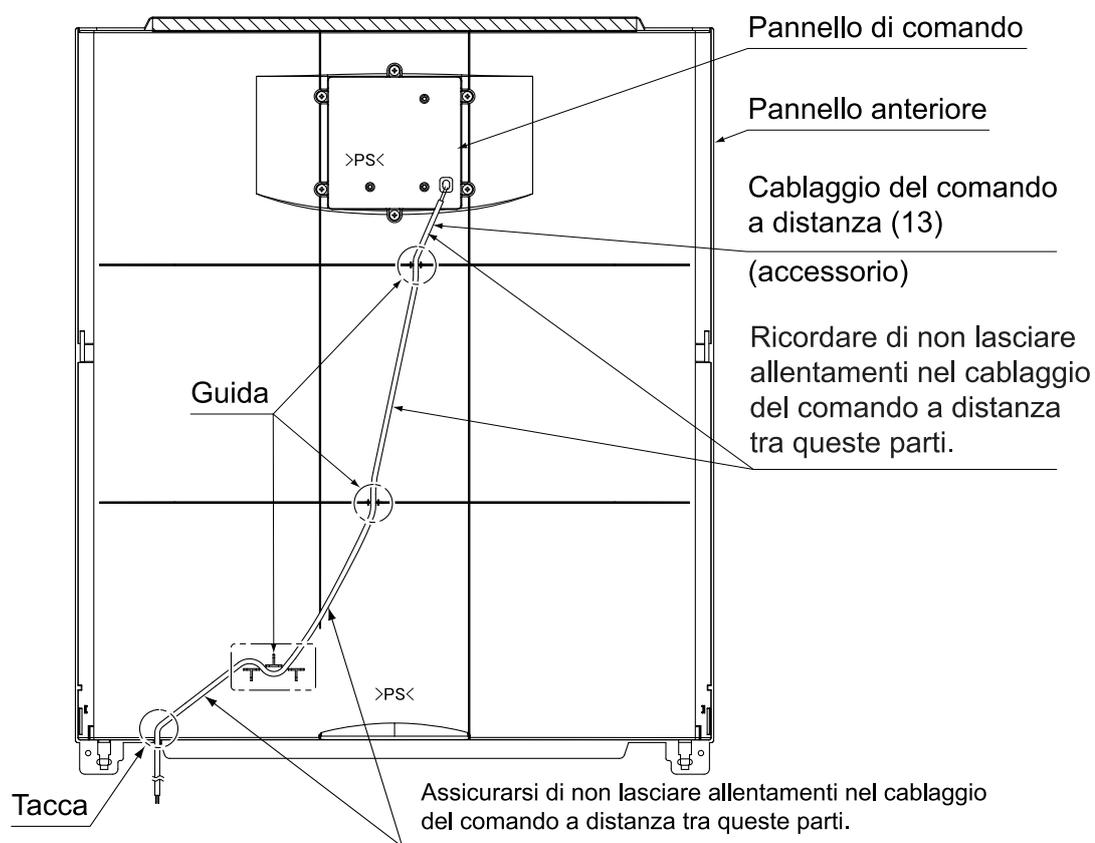

Fig. 27
4. Fermare il cablaggio del comando a distanza nella guida e nella tacca con un fermaglio. (Fare riferimento alla Fig. 27)